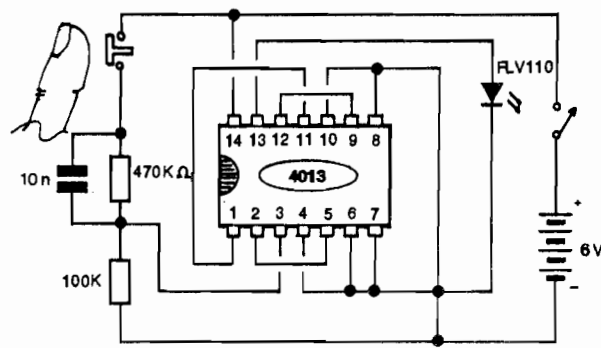

FIG. 6
- FIG. 6 - FAZENDO EXPERIÊNCIAS COMPROBATÓRIAS... - O Leitor/"Aluno" pode, muito facilmente, com o auxílio de uma matriz de contatos (Proto Board) realizar na prática algumas elucidativas EXPERIÊNCIAS, para comprovar, "ao vivo", o funcionamento dos blocos lógicos BIESTÁVEIS contidos no 4013, nas explicadas funções de divisor ou contador. Com um pouco de atenção, basta interligar os componentes sobre o Proto Board, "nos conformes" do esqueminha (que é muito simples...) para obter um divisor por 4 experimental... Uma rede RC, formada pelos resistores de 100K e 470K mais o capacitor de 10n, juntamente com um interruptor de pressão (push-button) tipo Normalmente Aberto, permite a injeção de pulsos na Entrada do sistema, um a um (fáceis de contar mentalmente, portanto...), através de pressões sequenciais no botão do dito interruptor... Para indicar o momentâneo estado digital presente na Saída, um LED comum é utilizado, e ligado de modo que apenas acenderá quando o pino 13 do 4013 se mostrar "alto", ou em "1"... Realizada a montagem experimental, totalmente sem solda (o que permitirá a posterior re-utilização dos componentes em outras experiências...), aplicam-se os pulsos, premindo o push-button uma vez para cada pulso e verifica-se que são necessários 4 pulsos na Entrada, para que o LED indicador mostre um período de acendimento... Se for apertado 8 vezes o interruptor, serão vistos dois períodos de acendimento do LED, e assim por diante...! Com um pouquinho de racio-
- FIG. 9 - INTERPRETANDO AS SAÍDAS DO 4040 COMO UM "TOTALIZADOR" (CONTADOR) BINÁRIO PRÁTICO... - Para simplificar as coisas, e não assustar muito a "turma", utilizaremos no presente exemplo, apenas as 4 primeiras Saídas do 4040, nas quais a Frequência do "trem de pulsos" original aparece nas proporções de F/2, F/4, F/8 e F/16. Pelo conjunto de "estados" possíveis (sempre "0" ou "1", como já sabemos...) nessas 4 Saídas, ordenadas da forma indicada, teremos em BINÁRIO a perfeita contagem dos pulsos aplicados à mencionada Entrada de CLOCK...! Se o "Aluno" for do tipo que "só acredita vendo", poderá realizar, num Proto Board, o circuito representado no diagrama, usando 4 LEDs nas Saídas, para indicar visualmente seus "estados", e aplicando à Entrada de CLOCK pulsos através de push-button (nos mesmo moldes da Experiência da FIG. 6...). Com isso, poderá comprovar a TABELA DE ESTADOS anexa à FIG. 9...